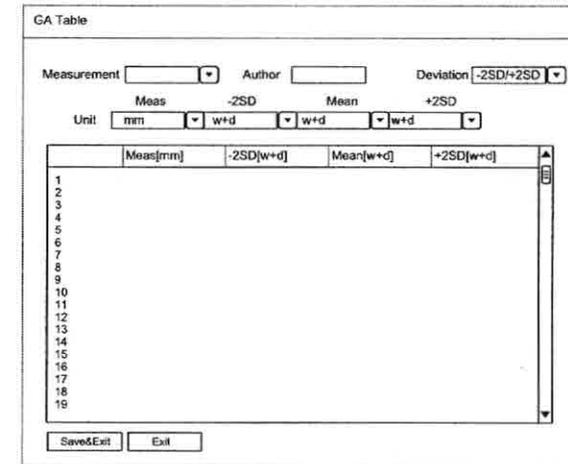
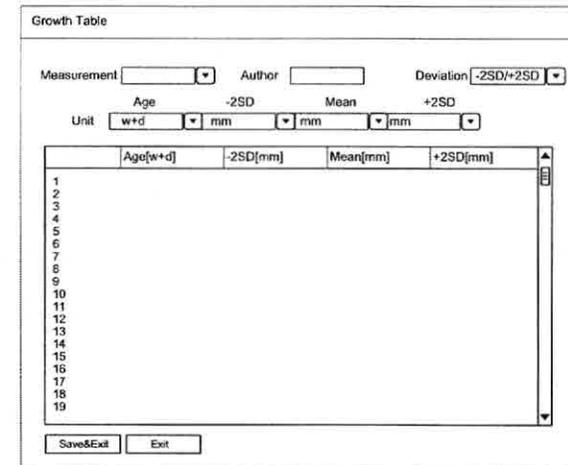

Figura 4-11 Tabela GA
Figura 4-12 Tabela de Crescimento
2. Selecione **New GA Table** ou **New Growth Table** e clique no botão **OK**. A tela mostrada na Figura 4-11 ou Figura 4-12 aparecerá.